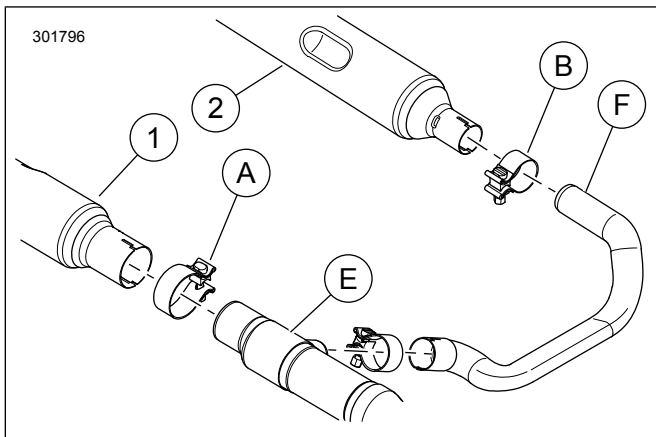

Figure 1. Collier de silencieux avant
2. Voir Figure 1 . Desserrer le collier de silencieux avant (A ou B).
10. Voir Figure 1 . Positionner le collier de silencieux (A ou B) comme indiqué, avec le boulon de collier en position verticale.